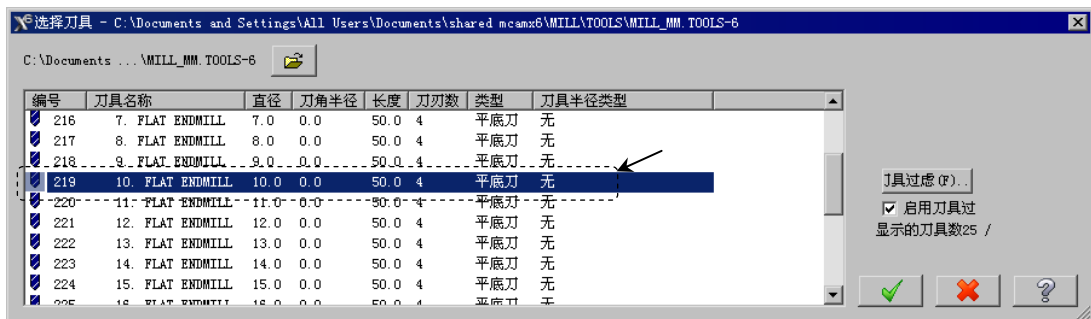

图 10.7 “选择刀具”对话框
Step5. 选择刀具。在“曲面粗加工挖槽”对话框中单击 **选择刀库** 按钮，系统弹出“选择刀具”对话框，在该对话框的列表框中选择图 10.7 所示的刀具。单击 按钮，关闭“选择刀具”对话框，系统返回至“曲面粗加工挖槽”对话框。